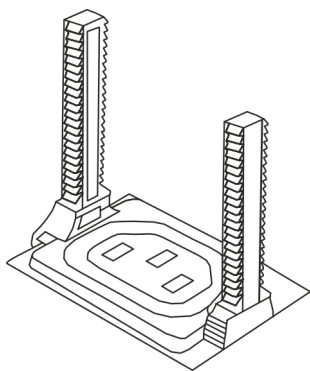

Abb. 11: Pfohlen anbringen
1. ➤ Pfohlen links und rechts mit der Aussparung nach innen in die Aufnahme stecken (Abb. 11).